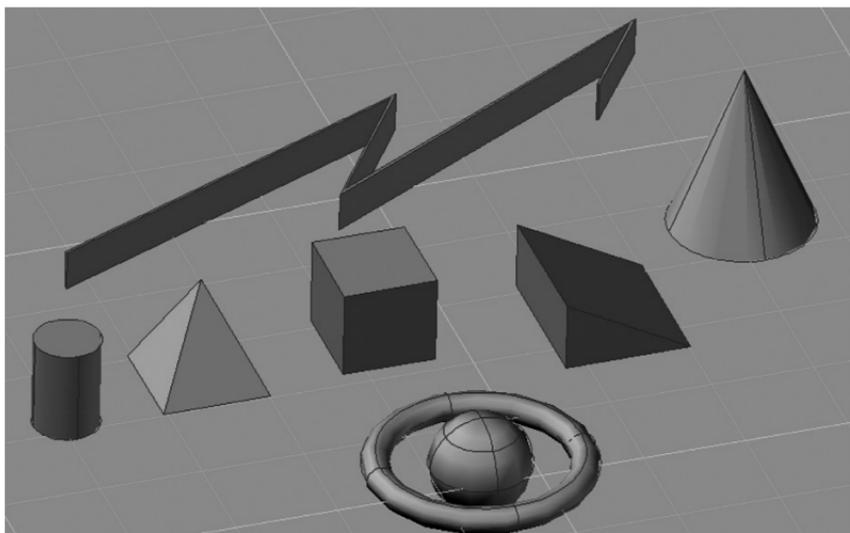

Рис. 7.16. Твердотельные примитивы
4. Сохраните файл. Твердотельные примитивы представлены на рис. 7.16.